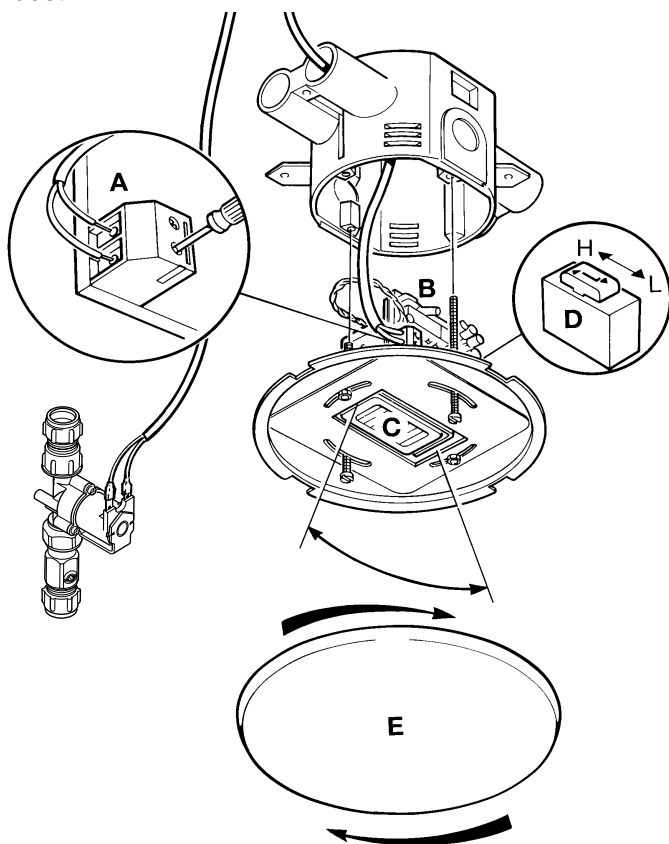

Bild 8
3. Anslut den två-poliga kabeln till anslutningsdosan **(A)** på sensorns invändiga kretskort **(B)** (se Bild 8). Polaritet är inte viktigt.
2. Sensorns riktning ställs in genom att försiktigt snurra sensorn på monteringshållaren-se Bild 8. Huvudspolning ska bli aktiverad, när någon befinner sig i det bevakade området.
3. Känsligheten justeras via en koppling med två lägen (H=hög/L=låg)(**D**, Se **Bild 8**) på sensorns invändiga kretskort som behöver lossas från sensorhuset. Enheten levereras med denna koppling i "H" (hög) läge. Koppla om till "L" läge vid behov.